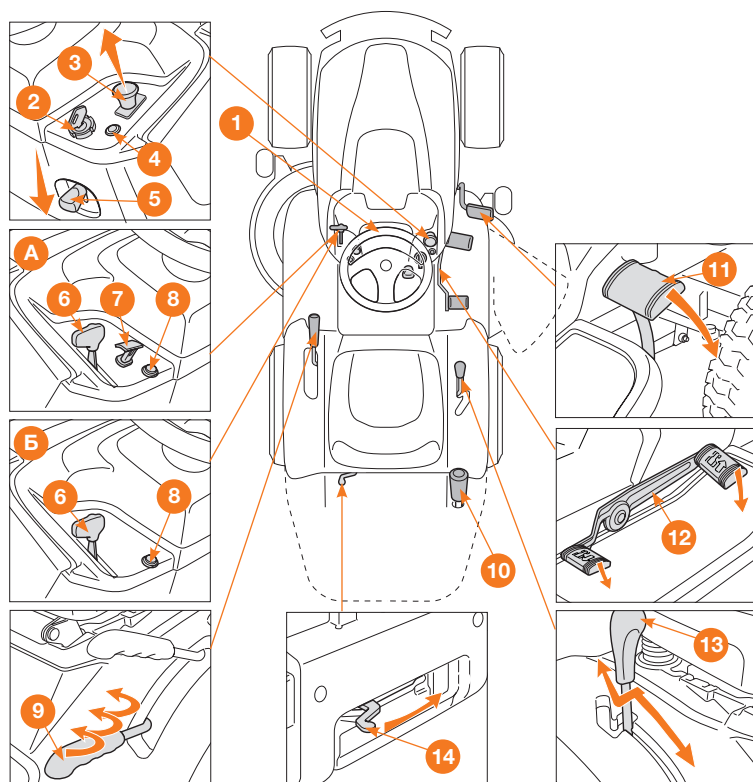

Рис. 20
Руль управления (рис. 20 1)
Ключевой переключатель (рис. 20 2)
Грибовидная кнопка (рис. 20 3) позволяет подключить режущие приспособления посредством электромагнитного сцепления
Индикаторная лампочка (рис. 20 ④) загорается, когда ключ (рис. 20 ⑤) находится в положении «ХОД» и продолжает всегда гореть во время работы.
У рычага включения имеется два положения (рис. 20 ⑤), которые соответствуют следующему:
1. Тормоз отключен. Чтобы выключить стояночный тормоз, нажмите педаль (рис. 20 ⑪). Рычаг вернется в положение отключенного тормоза.
2. Тормоз включен. Чтобы включить стояночный тормоз, нажмите до упора педаль (рис. 20 ⑪) и установите рычаг в положение включенного тормоза; после того, как вы уберете ногу с педали, она останется заблокированной в нижнем положении.
На моделях **DLT 98HV (DLT 98H)** установлен отдельный рычаг управления воздушной заслонкой (рис. 20 ⑦)
Кнопка разрешения скашивания на заднем ходу (рис. 20 ⑧)
Этот рычаг, извлекаемый из специального гнезда, позволяет опрокинуть и опорожнить контейнер для сбора травы, уменьшая усилие, прилагаемое оператором (рис. 20 )
Эта педаль выполняет двойную функцию (рис. 20
Чтобы переключиться с одной передачи на другую, следует нажать до половины хода педаль (Рис. 20 ) и переместить рычаг в соответствии с указаниями, изложенными на ярлыке.
При помощи этой педали можно включить привод колес и регулировать скорость машины при движении вперед и назад (рис. 20
Если педаль привода нажимается в направлении переднего или заднего хода, когда включен стояночный тормоз (рис. 20 ) , двигатель выключается.
У этого рычага имеется два положения, указанные на табличке (рис. 20
Чтобы избежать повреждения узла трансмиссии, при проведении этой операции двигатель должен быть выключен, а педаль (рис. 20 ) должна находиться в нейтральном положении.
Выжмите педаль (рис. 20 **11**) до конца и установите рычаг коробки передач (рис. 20 **13**) в положение, соответствующее 1-й передаче.